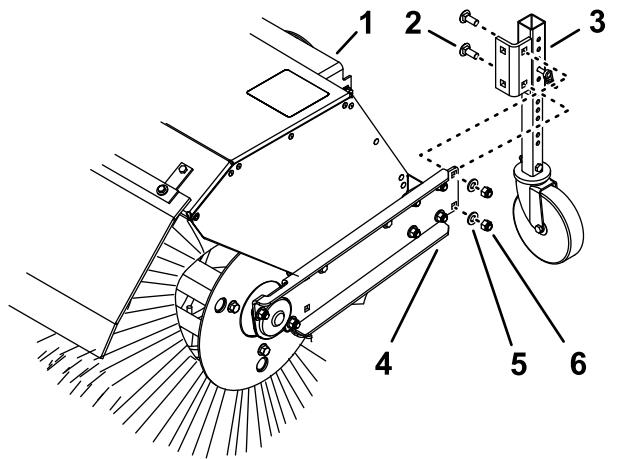

Figura 21
Quando trabalhar na neve, move as rodas giratórias da frente do braço da vassoura para a traseira do capot da vassoura (Figura 21).
2. Remova as duas porcas de bloqueio, duas anilhas e dois parafusos da carroçaria (Figura 21) que prendem o suporte da roda giratória ao braço da vassoura.
3. Na parte de trás do capot da vassoura, alinhe os furos do suporte da roda giratória com os furos no lado interior do braço da vassoura (Figura 21).
4. Prenda o suporte da roda giratória ao braço da vassoura com as duas porcas de bloqueio, duas anilhas e dois parafusos de carroçaria (Figura 21).